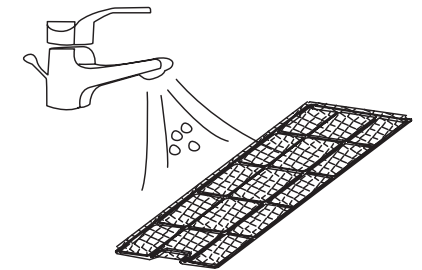

Рис. 12
- Откройте решетку воздухозаборного отверстия, и выньте воздушный фильтр (Рис. 12).